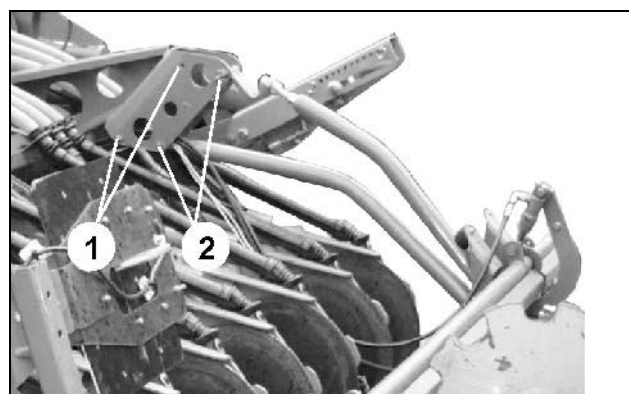

Рис. 25
- Используйте точки крепления (Рис. 25